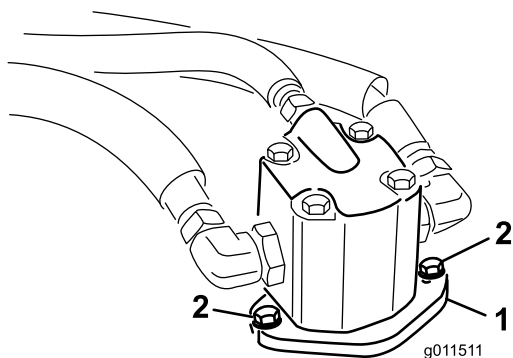

Рисунок 74
4. Выверните болты крепления гидродвигателя к деке газонокосилки (Рисунок 74).